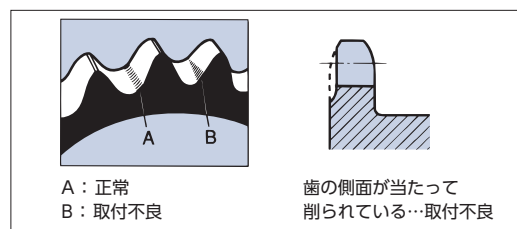

図29. スプロケット歯面の当たり
- 5-1. ローラチェーンとスプロケットの噛み合いが正常かどうかは、ローラと歯面の当たりの状態を観察します。正常な噛み合いは、当たりの状態が図29のAのように一様に当たっています。Bのように偏ったものや、歯の側面が当たって削られているときは、スプロケットの取付不良や、ローラチェーンがねじれている場合があります。再点検、修正を行います。
- 5-2. 当たりの位置は、歯底(谷)から少し上った所が正常です。図29のように、Aの位置に強い当たりが見られます。ただし、初期張力を与えてたるみ側にも張力がある場合には、わずかに歯底にも当たります。